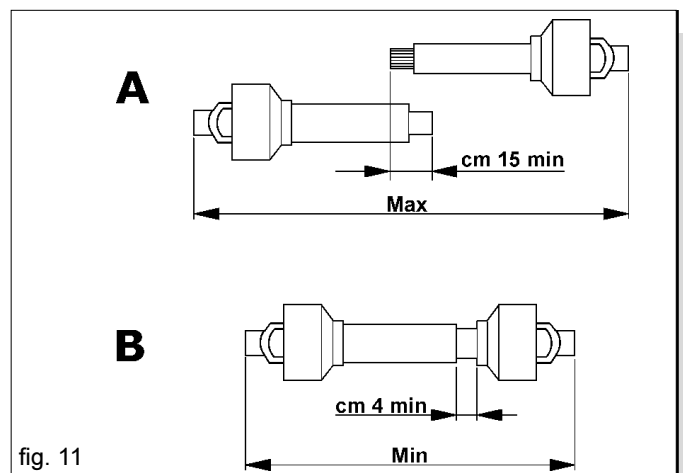

fig. 11
- Quando l'albero cardanico è sfilato al massimo, i due tubi devono sovrapporsi per almeno 15 centimetri (A fig. 11). Quando esso è inserito al massimo, il gioco minimo deve essere di 4 centimetri (B fig. 11).